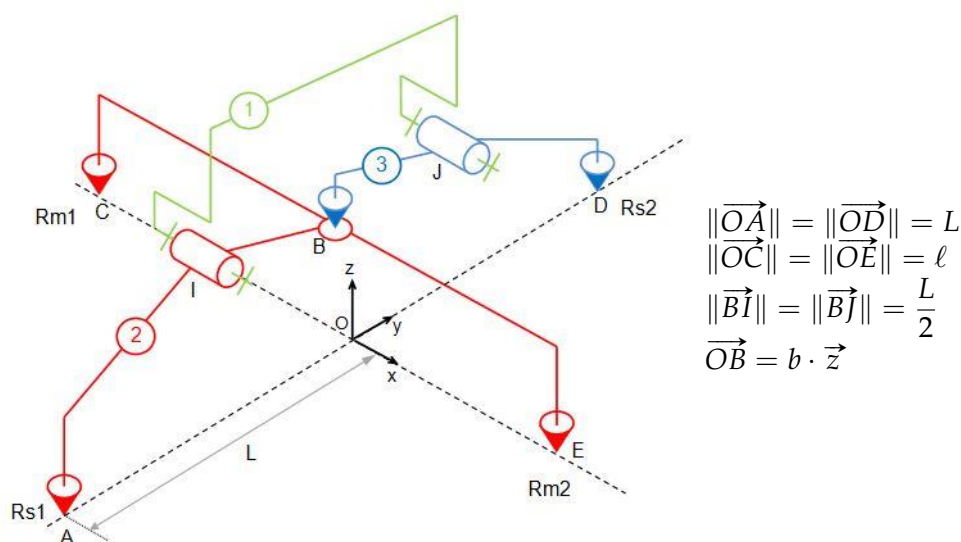

FIGURE 3 – Schéma cinématique du robot Skypod
Le support de roues embarquant la charge totale c'est-à-dire le poids du robot lui-même, le poids du bac ainsi que le poids du chargement, est constitué de trois éléments (1, 2 et 3) comme le montre la figure 3. La solution retenue doit permettre d'assurer l'appui au sol (0) des quatre roues quelle que soit la situation.